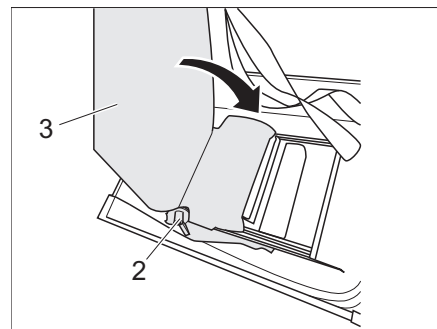

Fig. 214 Ranger le dossier dans la banquette
- Actionner le levier 1 (Fig. 214,2) et rabattre le dossier (Fig. 214,3) vers l'intérieur.